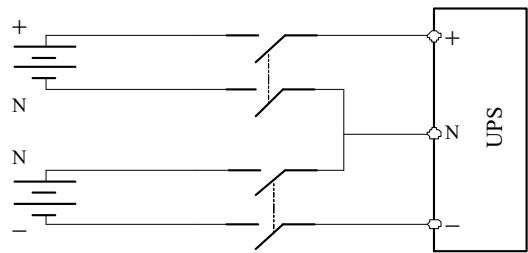

图 6-1 电池、电池开关和 UPS 的接线图（电池端四线连接）
1. 当外置电池配置成正、负组独立配线时（即从电池端引出 4 根线），对于 UPS，由于额定电流的限制，推荐使用一个 4P 塑壳直流断路器（断路器直流额定电压要满足单极 250Vdc/两极 500Vdc/三极 750Vdc，额定极限短路分断容量为 35kA）或两个 2P 塑壳直流断路器（单个断路器直流额定电压要满足单极 250Vdc/两极 500Vdc，额定极限短路分断容量为 35kA）。电池、电池开关和 UPS 之间的连接参照图 6-1。